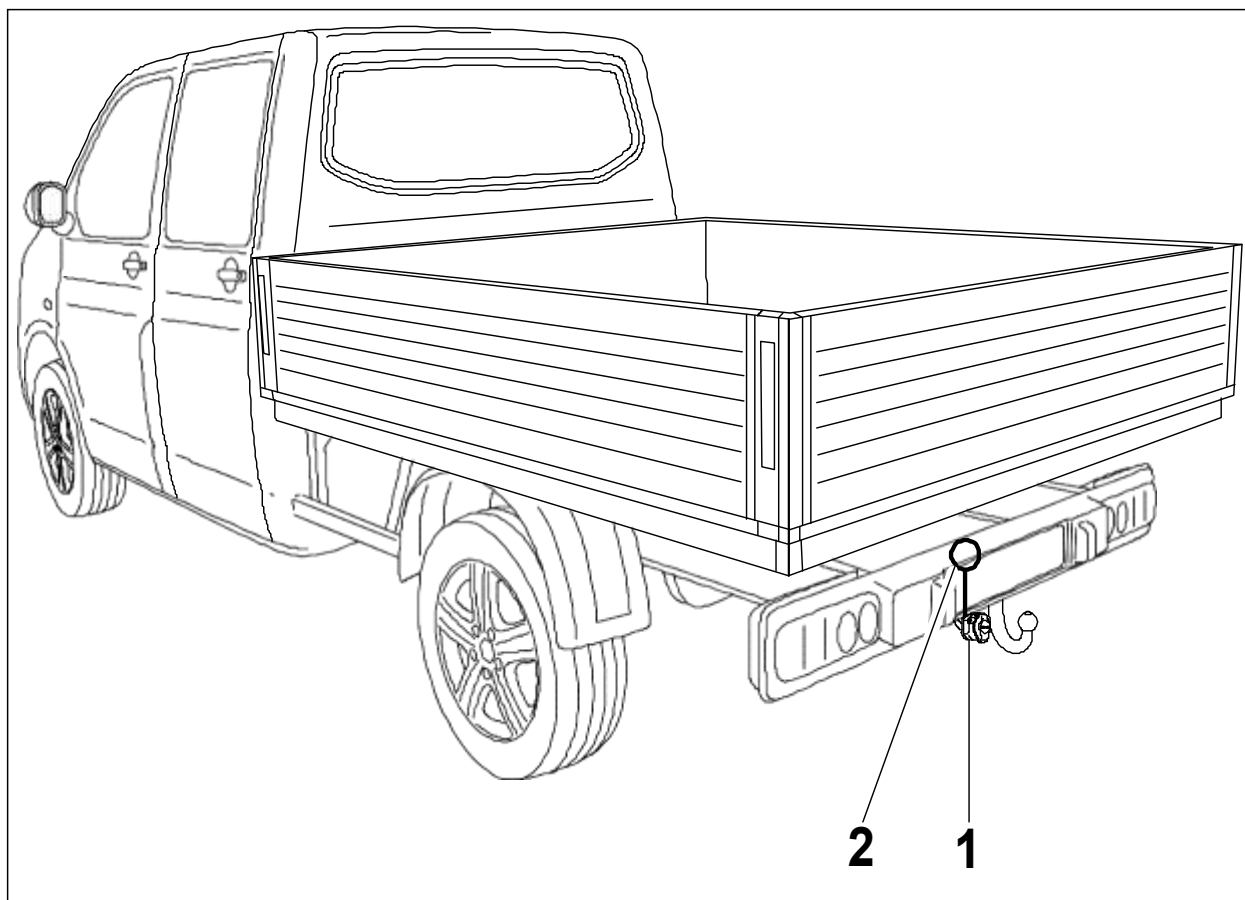

图 1：安装概览
2. 从车辆侧面的 2 针和 14 针插头连接（图 1/2）拔下两个承接插头（不再需要），插入并卡入插座导线束的 2 针和 14 针插头。
3. 将微开关外壳和触点插件穿过通孔导向至插座支架中（图 1/1）。
6. 使用插座中现有的螺丝将插座拧紧在横向管或插座支架（图 1/1）上，最大扭矩为 2.0 Nm。